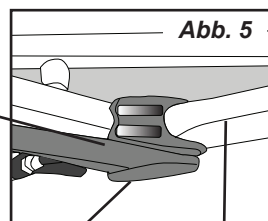

Abb. 5
6. Ziehen Sie den Griff nach oben, um den Kinderwagen zu entfalten (Abb. 4) und dann mit einem schnellen Druck auf drücken Griff zum Entriegeln in entfalteter Position (Abb. 5). Drücken Sie den Seitenrahmen nach unten, um sicherzustellen, dass der Kinderwagen ist in verriegelter offener Position. Heben Sie den Griff an, um den Griff des Kinderwagens zu überprüfen ist in der entfalteten Position auf beiden Seiten verriegelt.
6. Sehen Sie nach, ob der Griff des Kinderwagens auf beiden Seiten in die Einklapp-Arretierung eingerastet ist (Abb. 5).